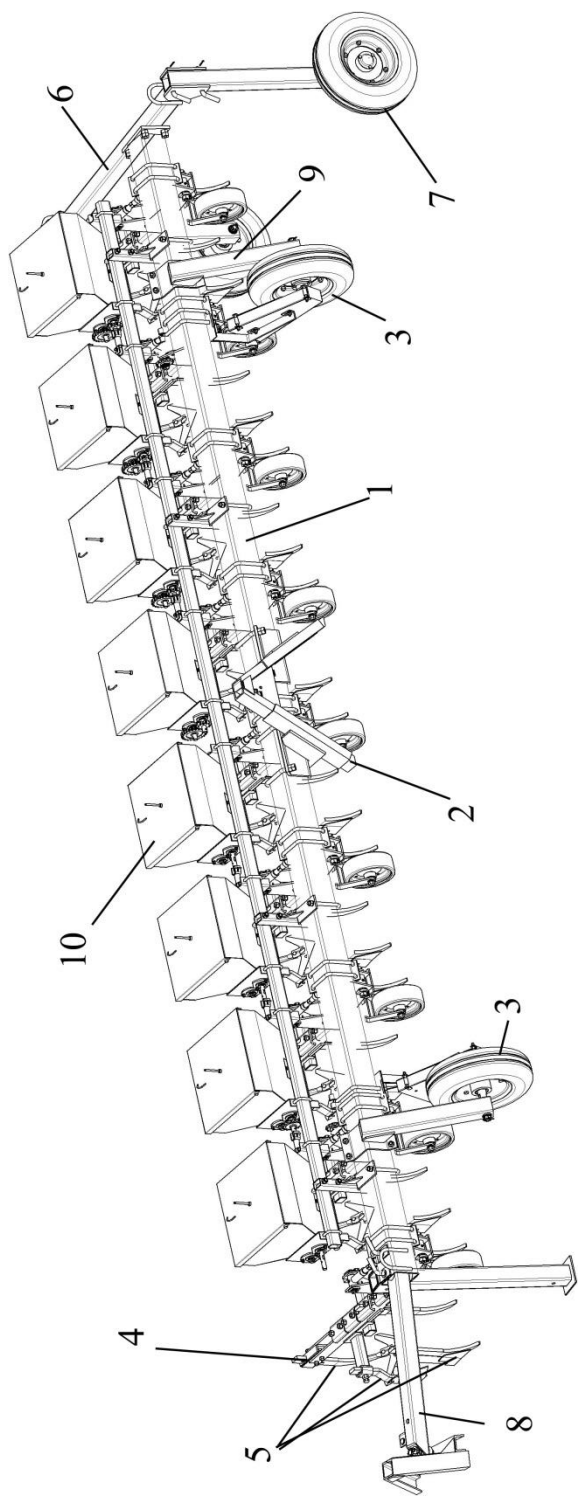

Рисунок 1 – Общий вид культиватора КРН-5,6
3.1. Культиватор КРН представляет собой навесную машину, состоящую из бруса 1, на который крепятся: замок автосцепки 2, два несущих колеса 3, семь секций рабочих органов 4 (рис. 1).